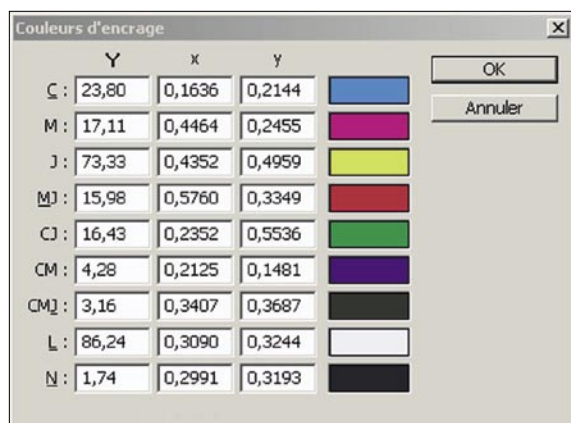

Figure 9. On pouvait informer Photoshop 3 d'une partie des caractéristiques du matériel d'impression utilisé
- On pouvait mesurer les principales caractéristiques de l'imprimante ou de la presse et en informer Photoshop 3 (Figure 9).